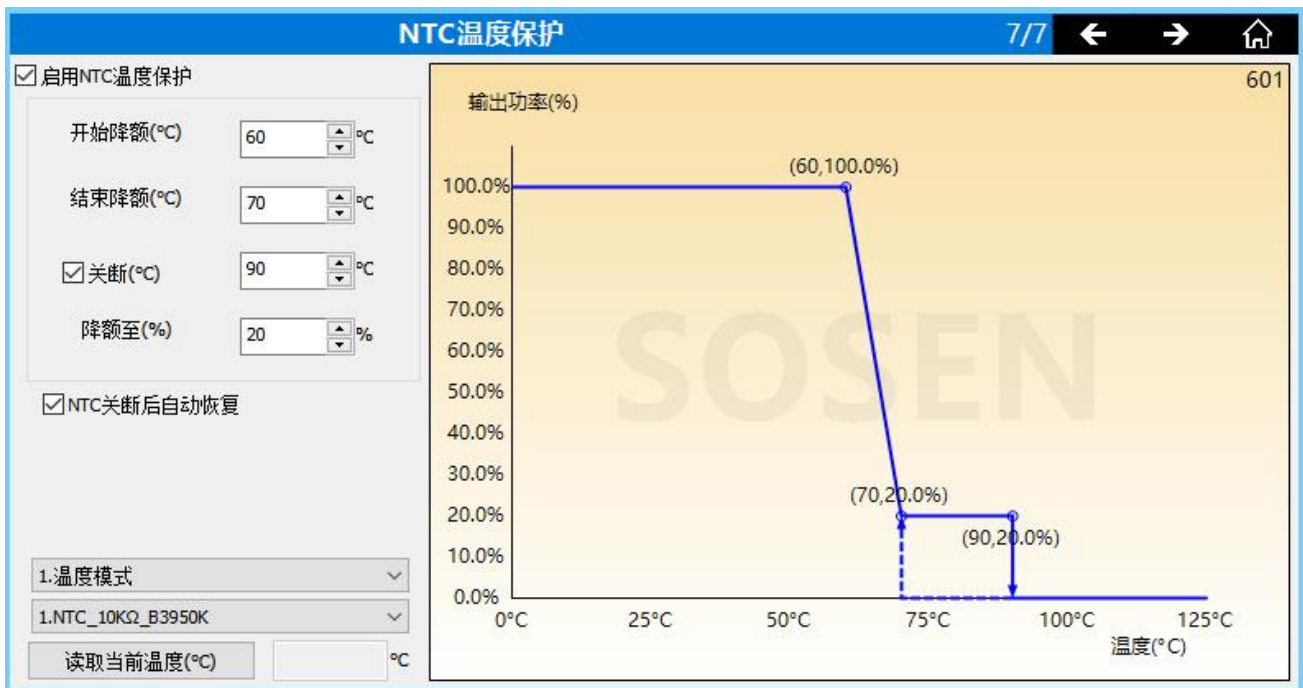

图 2
b. 三合一机型所支持的 NTC 功能，如图 2 和图 3 所示的功能界面。此类机型支持 2 种 NTC 功能逻辑，可以通过“机型特征参数”界面进行选择。支持此功能的机型如 1200NP-M430BHN。
c. 运行逻辑 1:根据“机型特征参数”界面-“NTC 运行逻辑”选项,选择“运行逻辑 1”,按图 2 所示参数设定,如蓝线所示,当温度低于 60°C时,输出功率为 100%;当温度大于 60°C